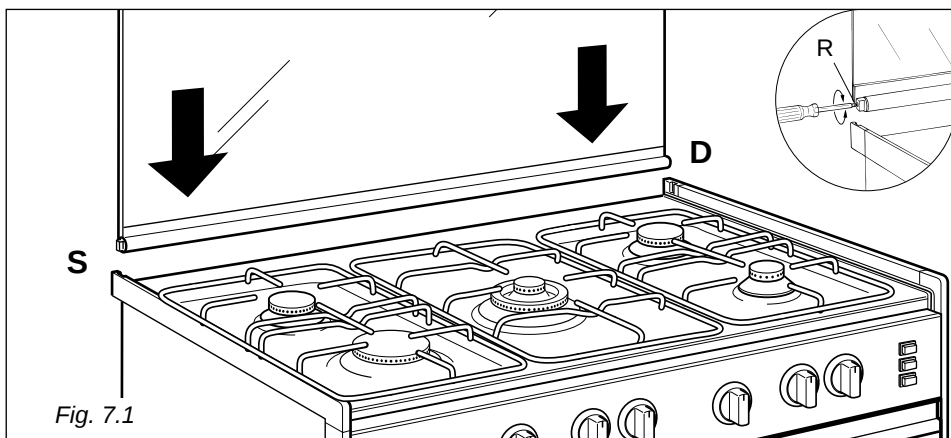

Fig. 7.1
- placer la charnière repérée “D” dans le logement de droite et la charnière repérée “S” dans le logement de gauche (fig. 7.1).
Il doit rester suspendu si ouvert à 45°. Eventuellement, régler le calibrage des ressorts des charnières à l'aide des vis (R) (fig. 7.1).